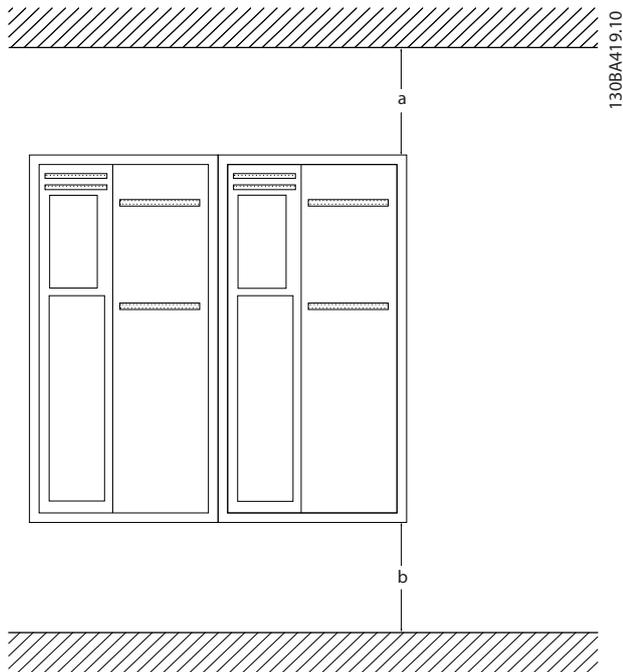

Abbildung 2.1 Freiraum zur Kühlung oben und unten
- Es muss ausreichend Freiraum über und unter dem Frequenzumrichter zur Luftzirkulation vorgesehen werden. In der Regel werden 100-225 mm benötigt. Zu Abstandsanforderungen siehe *Abbildung 2.1*.